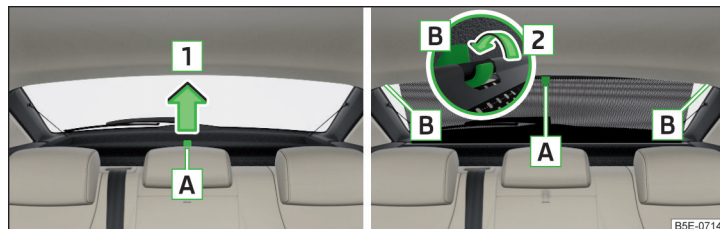

Fig. 78 Cortinilla antisolar enrollable
- Para **tapar**, sacar la cortinilla en el mango **A** en el sentido de la flecha **1** y colgarla en el soporte magnético **B** en el sentido de la flecha **2** » fig. 78.